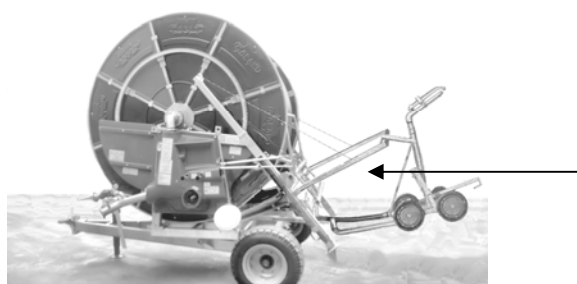

Fig.7
4) montare i bracci alzacarrello con i relativi accessori (fig.7).
4) assemble the trolley lifting arms with relevant accessories (fig.7).